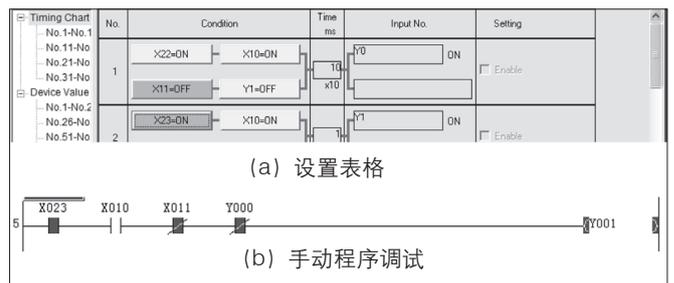
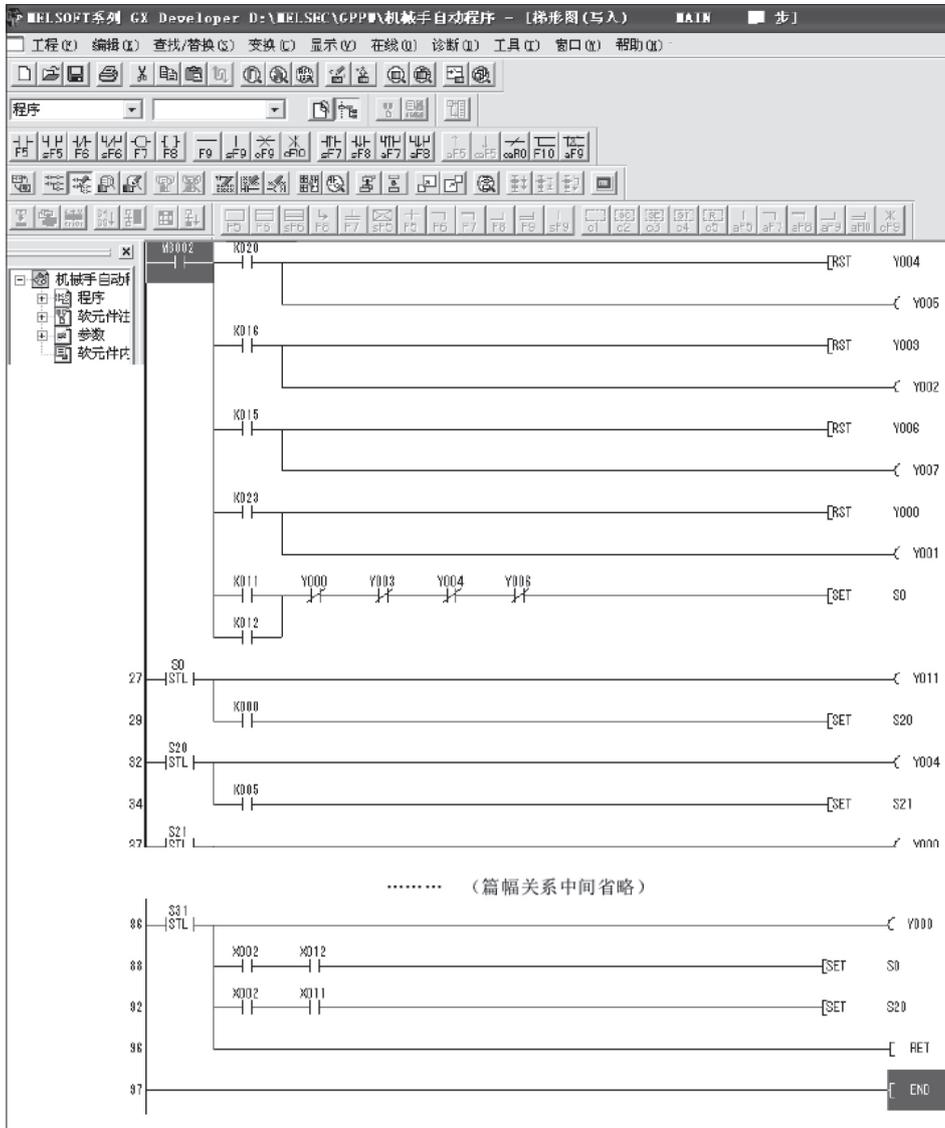

图 18 检查手动控制理论一致性
图 19 梯形图程序录入
(6) 仿真操作。打开上面的手动管理梯形图程序，调用上面的工具栏，在下拉菜单中选择菜单项“File”和“Execute I/O system settings”。在“观察表格”中查看对应于表面灰色和黄色状态的变化，如图 18 所示。
(1) 程序录入。与三菱的 GX 开发的软件一样，三菱提供的软件提供了程序设计方法，直接进入 SFC 图的程序，使用上述软件，SFC 图不能直接用 GX-Developer 软件绘制。例如，在光标输入“STL SO”后，会将所选项目保存到对话框中。单击“确认”，如图 19 所示。按照上述步骤自动输入数据。
(2) 程序检查与参数检查。在主界面的“工具”菜单中，“程序审查”显示与基本语法和代码不同的错误，直到没有错误为止。参数检查从“工具”开始，结束时没有错误。
(3) 程序仿真操作。选择工具菜单以启动梯形图逻辑测试。测试工具对话框、进度对话框和模拟结果对话框。程序为 97 个阶段，扫描周期为 100ms。
(4) I/O 系统设定。图 18 (a) 从对话框的下拉列
(5) 仿真操作。与手动控制操作一样，首先在图 18 的下拉菜单中打开上述 4 所述的填写表单，然后进入下拉菜单“文件”的“I/O 系统设置”界面将在灰色和黄色关系中两次单击更改的输入条件。初始状态将根据程序的进入和调试条件进行更改。
① 当连接到动合 X20 触点时，YS 接收到指向反向位置的电信号。当 X16 合上时，Y2 有电流通过表示垂直气缸回到上升位置；
② 返回原始位置后，选择 sa1-2 或 sa1-3 闭合运行模式开关，也可以说是选择 X11 或 X12 闭合运行模式开关，选择合上 XO 开关，并将其设置为运行模式关闭；
③ 根据从 X 到 S20、S21 和 S22 的转换条件进行调试；
④ 在 S31 模式下，根据所选操作模式是独立还是全自动以及是否返回到 S20，SO 状态完成控制过程；
⑤ 如果程序在调试期间不工作或指定顺序不一致，则继续在源程序中检查和修改，直到达到实现要求的目。